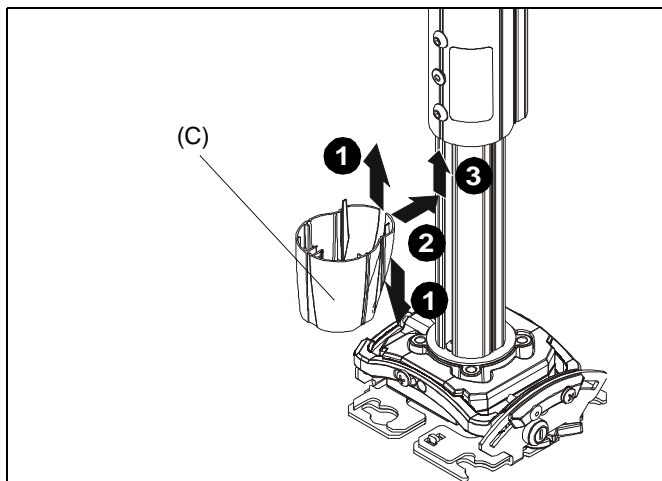

Figure 29
1. Placez le revêtement transitoire (C) afin qu'il soit en mesure de s'enrouler autour de la pièce inférieure de la colonne d'extension. (Voir la Figure 29)
2. Enroulez le revêtement transitoire (C) autour de la partie inférieure de la colonne d'extension. (Voir la Figure 29)
3. Poussez le revêtement transitoire (C) dans la base de la partie supérieure de la colonne d'extension jusqu'à ce que le revêtement transitoire s'enclenche. (Voir la Figure 29)